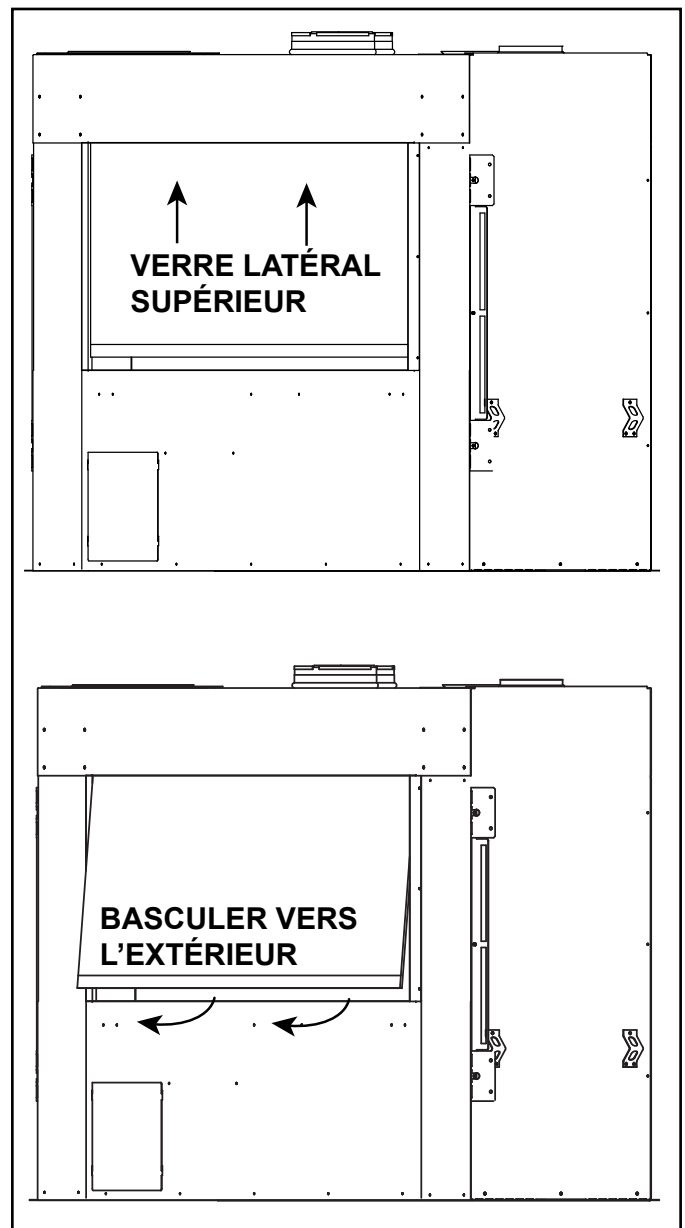

Figure 11.28 Retrait de la vitre de protection
3. Soulevez le verre tout droit dans la cavité supérieure, basculez la partie inférieure vers l'extérieur et retirez le verre de l'appareil. Voir la figure 11.28.